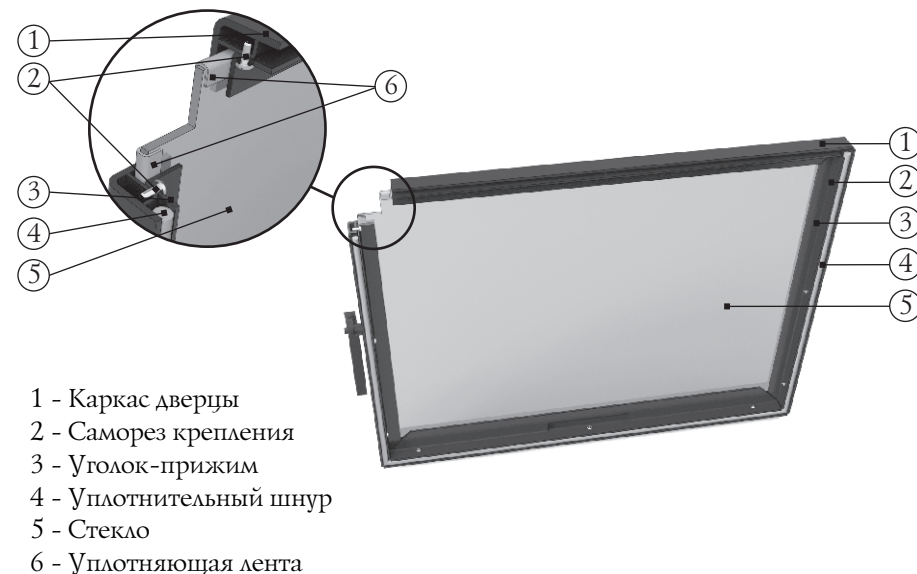

Рисунок 7. Дверца каминной топки «Аквариус»
**ВНИМАНИЕ!** Уплотнительный шнур (4) устанавливается только с 3х сторон дверцы (см рисунок 7).
В случае повреждения светопрозрачного экрана (стекла) на дверце его необходимо заменить для этого (см. рисунок 7):